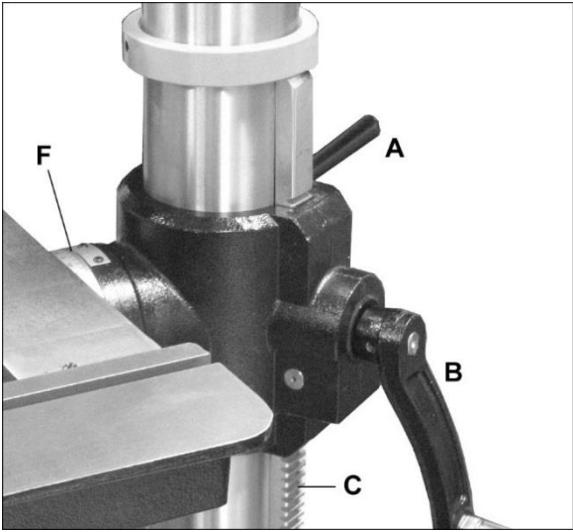

Рис. 8-1
Ослабьте фиксатор колонны (A, рис. 8-1). Вращайте ручку (B), чтобы поднимать или опускать стол вдоль рейки колонны. Затяните фиксатор колонны (A) перед работой на станке.
См. рис. 8-1.
Для наклона стола ослабьте ручку (D). Если стол не двигается, слегка ослабьте болт (E). 2. Наклоните стол на требуемый угол, пользуясь шкалой и индикаторной пластииной (F, рис. 8-1).